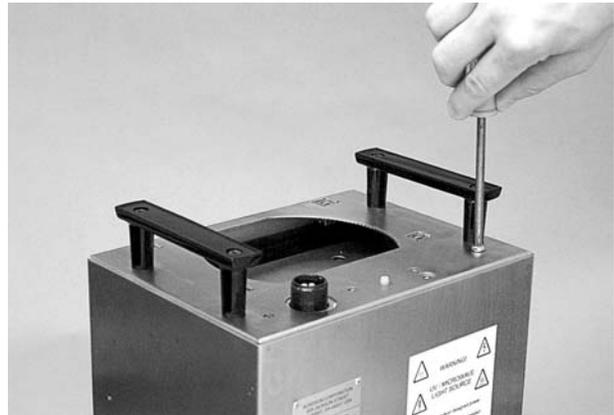

Figure 4-9 Dépose du capot du logement de lampe (quatre vis du haut)
5. Voir les figures 4-9 et 4-10. Retirer les 12 vis et le capot du logement de lampe pour le retirer.